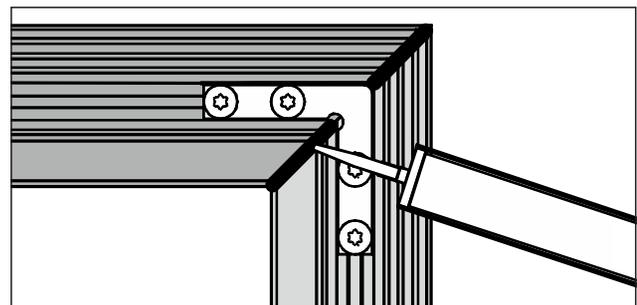

Abb. 30 Die Stöße von innen silikonieren
5. Bei der Montage in eine Schallschutzanlage alle Stöße von innen silikonieren (Abb. 30).